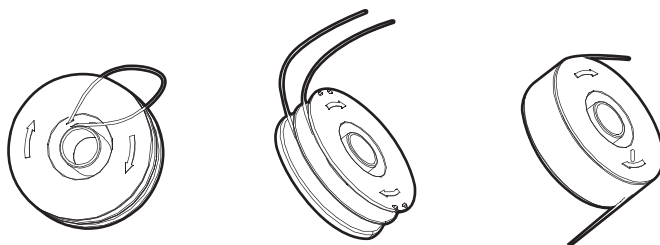

Imagen.25
- > Puede enrollar hilo cortador nuevo en un carrete vacío. Los paquetes de hilo cortador de repuesto se pueden adquirir del distribuidor oficial más cercano. Retire el carrete vacío de la herramienta siguiendo las indicaciones anteriores. Retire el hilo cortador sobrante que queda en el carrete. Introduzca primero 10cm de hilo cortador en las dos aperturas de la parte superior del carrete, siguiendo la ilustración. Enrolle el hilo cortador en el carrete siguiendo la dirección de la flecha. Asegúrese de enrollar el hilo de manera recta y en capas. No enrolle el hilo en sentido cruzado. Introduzca el hilo cortador por las dos aperturas de la parte superior del carrete, según se indica. Acabe de enrollar el hilo. Siga las instrucciones anteriores para instalar el carrete en la herramienta. No olvide soltar el hilo cortador (Imagen 25).